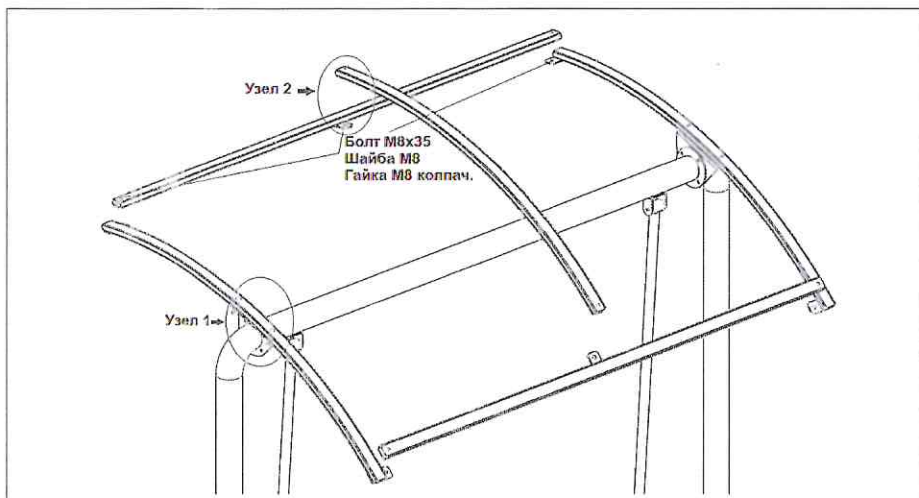

Рисунок 5
2. Собрать каркас крыши. Соединить между собой гнутые и прямые стяжки с помощью болтов М8х35+шайба+гайка.колпач (узел-2). Установить каркас крыши на выступающие пластины от стоек (центральная часть) и закрепить болтами М10х35+шайба+гайка.колпач. (рис. 5).